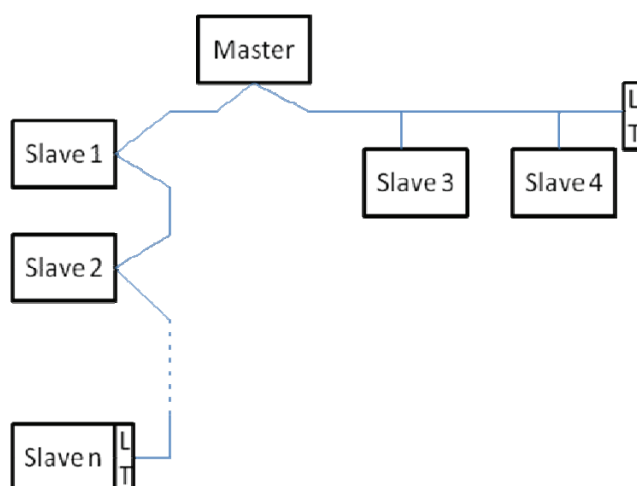

Fig. 1: Exemplu de rețea Modbus cu terminație
Așa cum se arată în Fig. 1, poate fi necesar să se termine linia la sfârșit și la început cu rezistențe de sfârșit (LT).